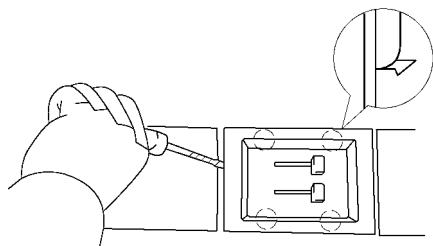

图 17-96 用螺钉旋具拆下控制板
(5) 拆下控制板。使用螺钉旋具撬出控制板，如图 17-96 所示。